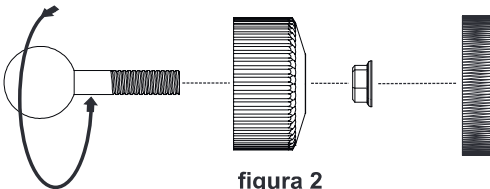
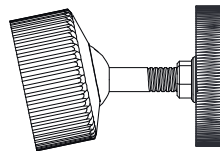

figura 2
figura 3
Monte las piezas (3), (4) y (5) como muestra la figura 2. Atornille la pieza (4) dentro de la inserción roscada del altavoz (6). Fije la tuerca M10 (5) contra el altavoz. El montaje se muestra en la figura 3 3.